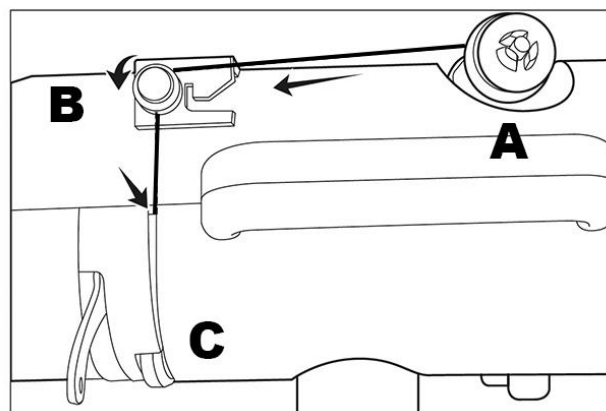

Fig 2
2. (Fig 2) Tirer le fil de la bobine à travers le guide-fil (26) et, l'amener vers la canette vide.